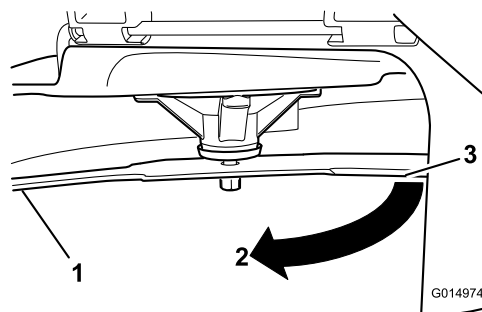

Figura 91
3. Distancia medida entre la cuchilla y la superficie (A)
4. Gire la misma cuchilla 180 grados de manera que el otro extremo esté en la misma posición (**Figura 91**).